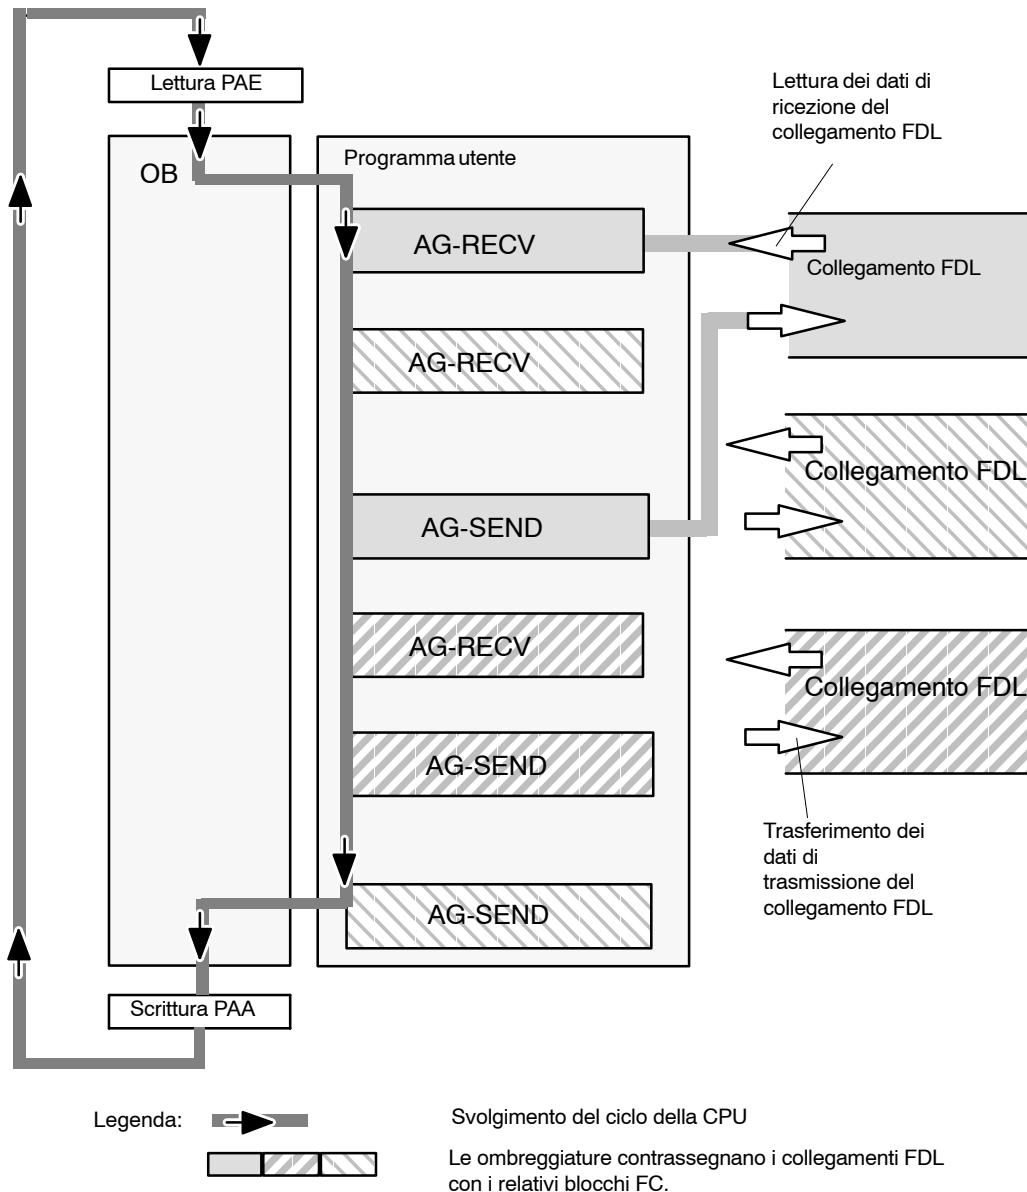

Figura 7-9 Sequenza di svolgimento caratteristica per collegamenti FDL e blocchi FC nel ciclo della CPU
- Il programma utente, che può essere costituito da un numero a piacere di blocchi (OB, FB o FC) accede a più collegamenti FDL. (Nella figura 7-9 sono rappresentati 3 collegamenti).